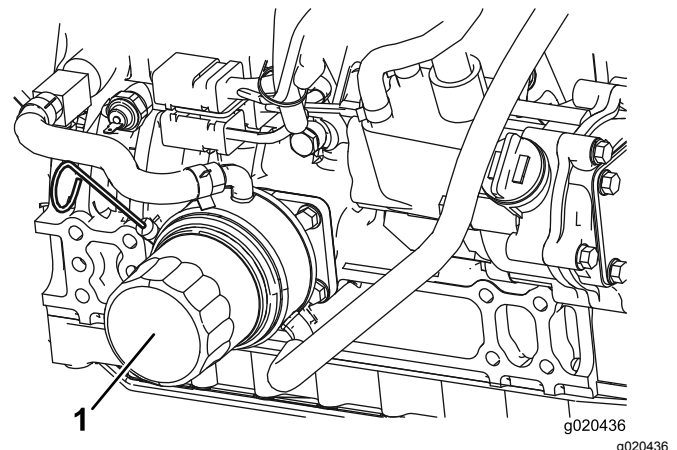

Figura 55
2. Retire el filtro de aceite (Figura 55).